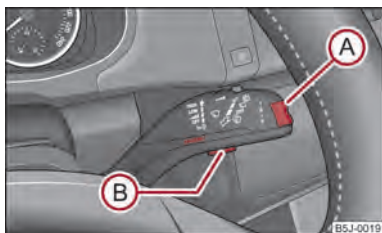

Fig. 6 Indicador multifunción: Elementos de mando
La conmutación de las memorias se efectúa con la tecla (B) ⇒ fig. 6 en la palanca del limpiaparabrisas.
La tecla basculante **(A)** y la tecla **(B)** se encuentran en la palanca del limpiaparabrisas ⇒ fig. 6.
Si la temperatura desciende por debajo de +4 °C, delante del indicador de temperatura aparece un símbolo de copo de nieve (señal de advertencia para calzada helada), que parpadea 10 segundos y a continuación permanece junto con la temperatura externa. Al mismo tiempo sonará una señal acústica. Después de pulsar la tecla basculante **(A)** en la palanca del limpiaparabrisas ⇒ fig. 6 se representa la función que se visualizó por última vez.
En la pantalla aparece el tiempo de marcha desde la última vez que se borró la memoria ⇒ página 14. Si desea contar el tiempo de marcha a partir de un momento determinado, deberá borrar la memoria en ese momento pulsando la tecla **(B)** ⇒ fig. 6.
Si desea calcular el consumo medio de combustible para un período de tiempo determinado, deberá borrar la memoria al comenzar la nueva medición con la tecla **(B)** en la palanca del limpiaparabrisas ⇒ fig. 6. Tras borrarla, en pantalla se visualizarán unas líneas durante los primeros aprox. 300 metros de recorrido.
En el display aparece el kilometraje recorrido desde la última vez que se borró la memoria ⇒ página 14. Si desea contar el kilometraje recorrido a partir de un momento determinado, deberá borrar la memoria en ese momento pulsando la tecla **(B)** en la palanca del limpiaparabrisas ⇒ fig. 6.
El display indica la velocidad media en km/h desde la última vez que se borró la memoria ⇒ página 14. Si desea calcular la velocidad media para un período de tiempo determinado, deberá borrar la memoria al comenzar la nueva medición pulsando la tecla **(B)** en la palanca del limpiaparabrisas ⇒ fig. 6.
- Mediante la tecla **(A)** ⇒ fig. 6, seleccione la opción **Advertencia al sobrepasar la velocidad** del menú.